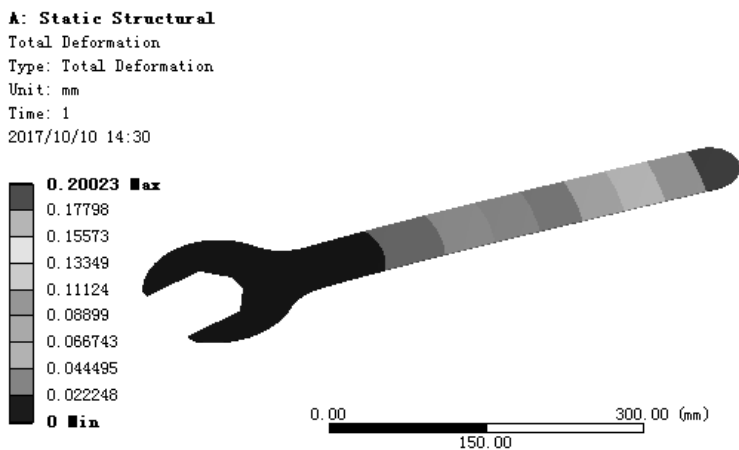

图 7.5.24 位移变形结果图解
(3) 查看位移变形结果图解。在“Outline”窗口中选中 **Total Deformation**，查看图 7.5.24 所示的位移变形结果，其最大位移为 0.20023 mm。